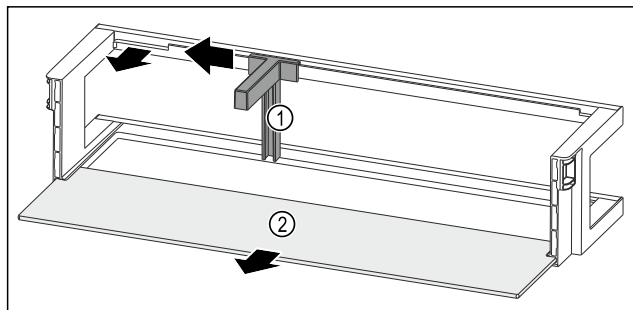

Fig. 149 Dveřní přihrádka s držákem lahví a odkládací plochou
- Držák lahví Fig. 149 (1) posuňte na stranu až k vybrání.
- Držák lahví Fig. 149 (1) odeberte.
- Odkládací plochu Fig. 149 (2) odeberte.